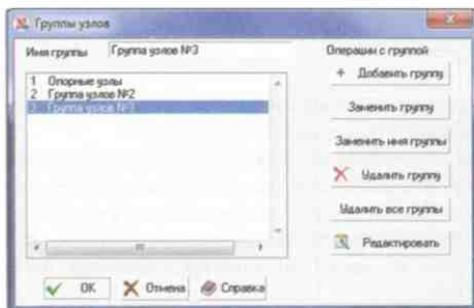
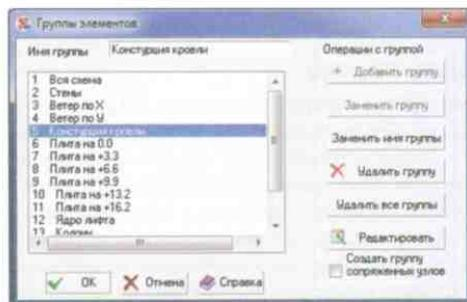

Рис. 6.6-3. Диалоговое окно Группы узлов
Рис. 6.6-4. Диалоговое окно Группы элементов
- ввести в диалоговом окне **Группы узлов** (рис. 6.6-3) или **Группы элементов** (рис. 6.6-4) имя группы и нажать кнопку **Добавить группу**;